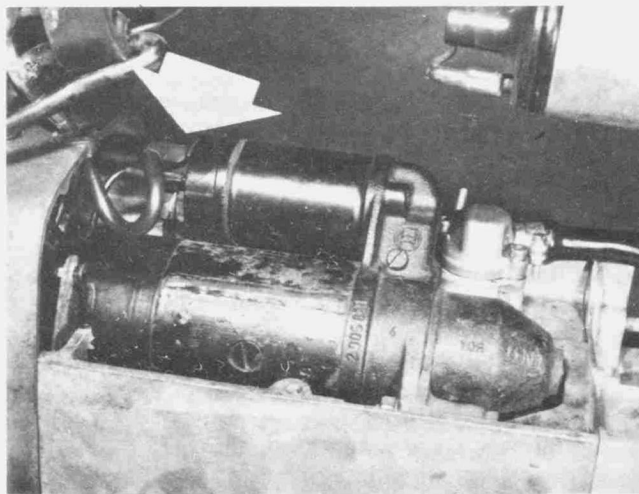

Bild 46
- Die Mutter der Anlasser-Kabelklemme am Anlasser-Magnetschalter abdrehen. Das Kabel abnehmen und die Mutter mit dem Federring wieder aufdrehen (Bild 46).